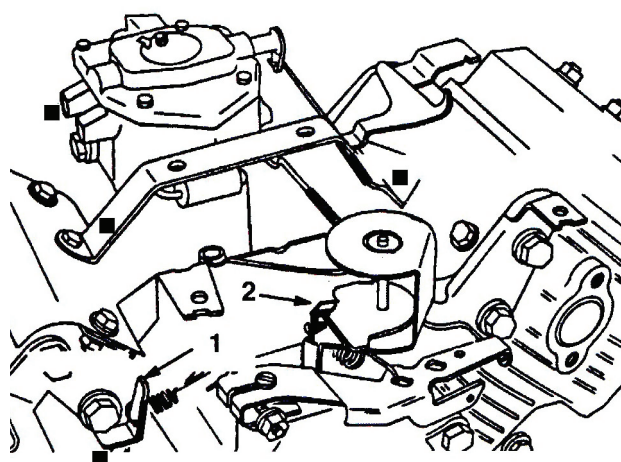

図38
3. 調速アイドル・スプリング・アンカーの耳 (図38) を曲げて 1625 ± 50 rpm に調整する。タコメータで速度を確認のこと。
5. スロットルコントロールを FAST 位置にする。高速アイドル・スプリング・アンカー (図38) の耳を曲げて 2850 ± 50 RPM. となるように調整する。